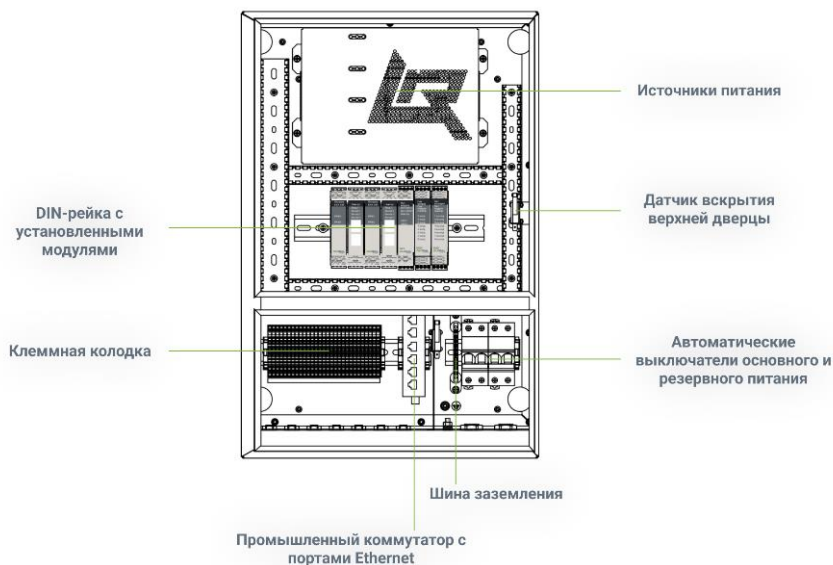

Рисунок 1
4.2 Внутри шкафа расположены (рисунок 1):